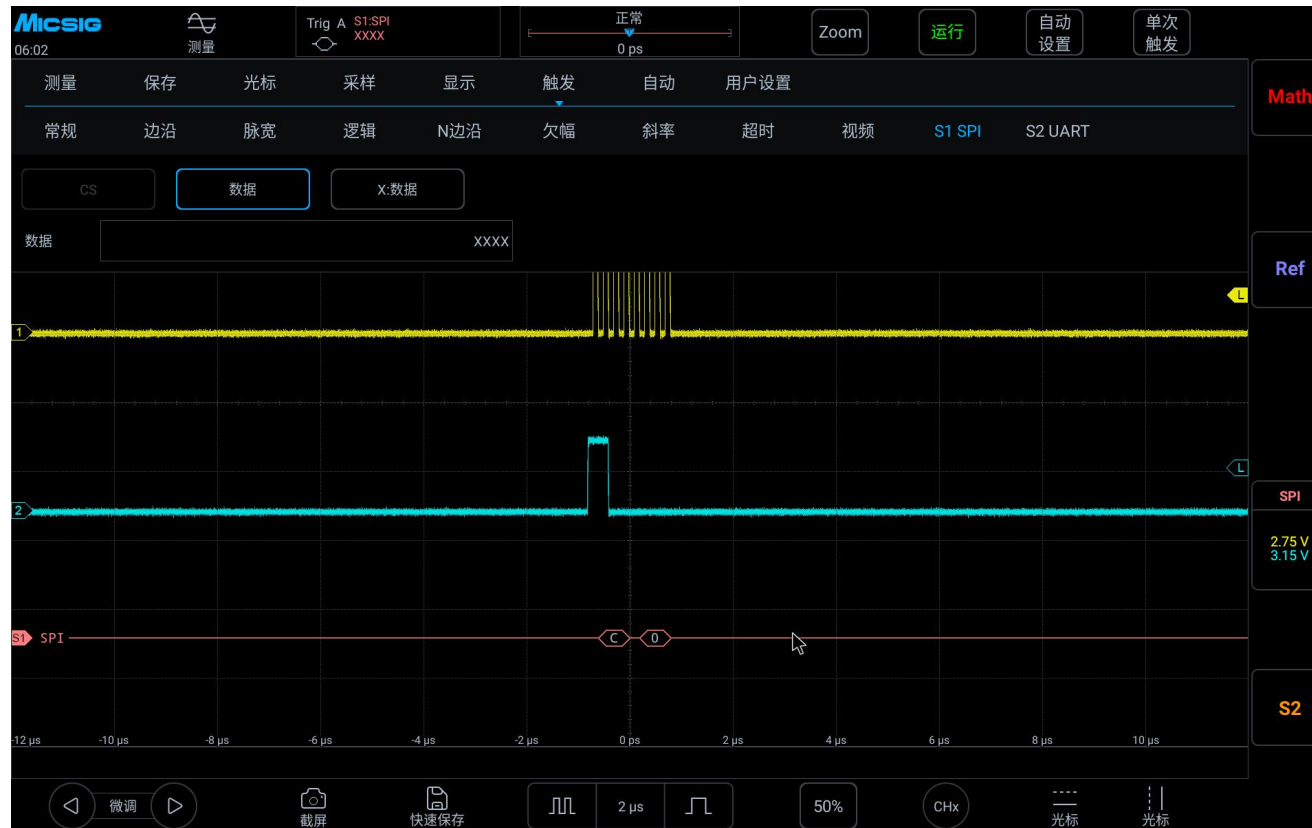

图 11-20 SPI 总线解码结果
- (1) 轻点 S1 打开解码通道，向左轻扫 S1 打开总线配置菜单；
- (2) 选择总线类型为 “SPI”， 点选时钟为 “Ch1” 上升沿， 数据为 “Ch2” 高电平， 数据字长为 “4bit” ；
- (3) 打开触发设置菜单，触摸屏上点按数据，使用虚拟软键盘设置要匹配的数据为“0001”；
- (4) 依据信号幅值调节 2 个通道阈值电平；SPI 触发图形界面见图 11-20：